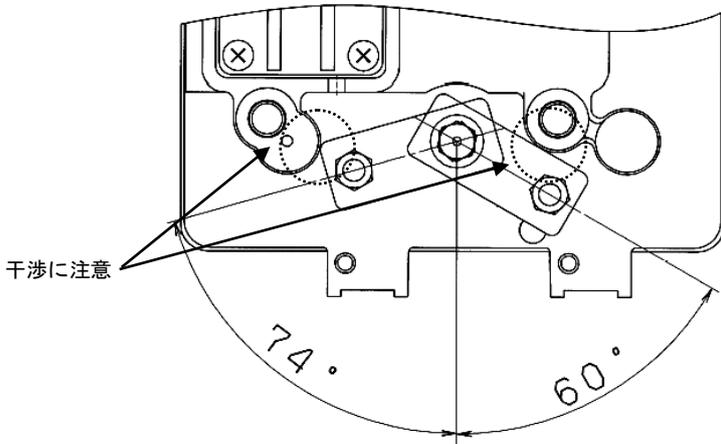

図 7
*2：フォークレバーの角度調整方法の詳細を図7に示します。アクチュエータの回転に伴い、ポジショナのフォークピンユニットが回転した際に、ポジショナの足部と干渉することがないようにフォークレバー式継手の角度を調整します。また、本ポジショナの角度センサの有効角度は±60°につき、その範囲内になるようにフォークレバー式継手固定してください。なお、「■初期調整方法」の「②フォークレバー式継手の角度調整」の際に確認ができます。